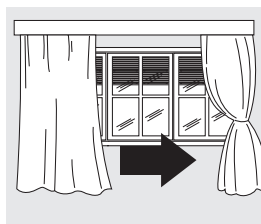

рис. 16
2. Защитите помещение от прямого воздействия солнца, частично закрыв шторы и/или жалюзи, чтобы исключить лишние теплопотери при работе прибора (рис. 16).